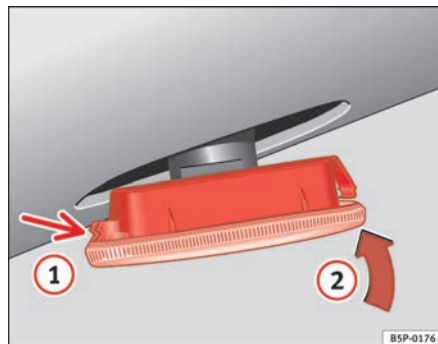

Fig. 192 Intermitente lateral
- Coloque el intermitente en primer lugar en el orificio de la carrocería, encajando las pestañas ⇒ fig. 192, flecha ①.
- Encaje la lámpara como indica la flecha ② ⇒ fig. 192. ■